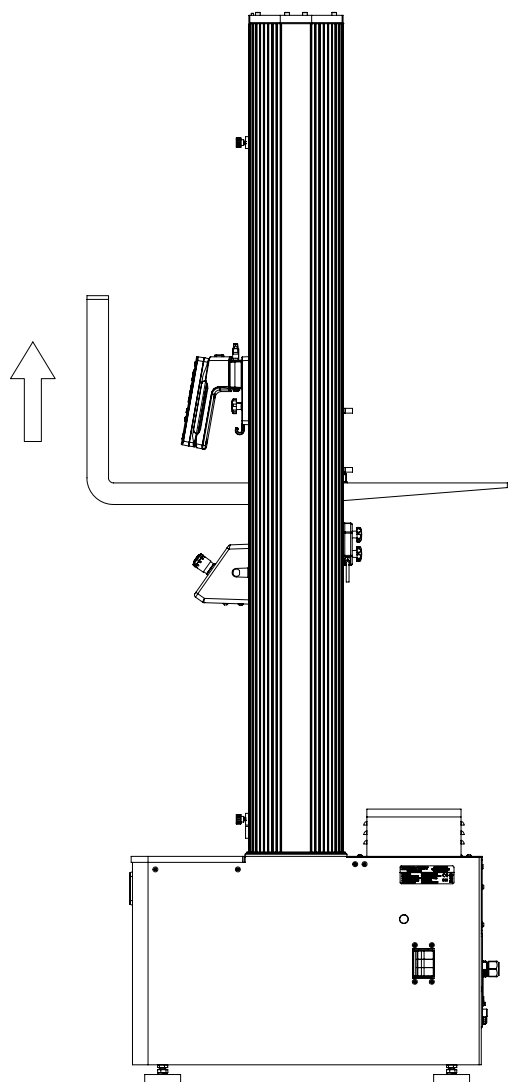

図 23. クロスヘッドからフレームを持ち上げる
1. フォークにパッドを当てて、あるいはクロスヘッドを保護材で包み、フォークリフトを使用して、コラム間のクロスヘッドの下に、注意してフォークを差し込みます。76 ページの図 23 を参照してください。